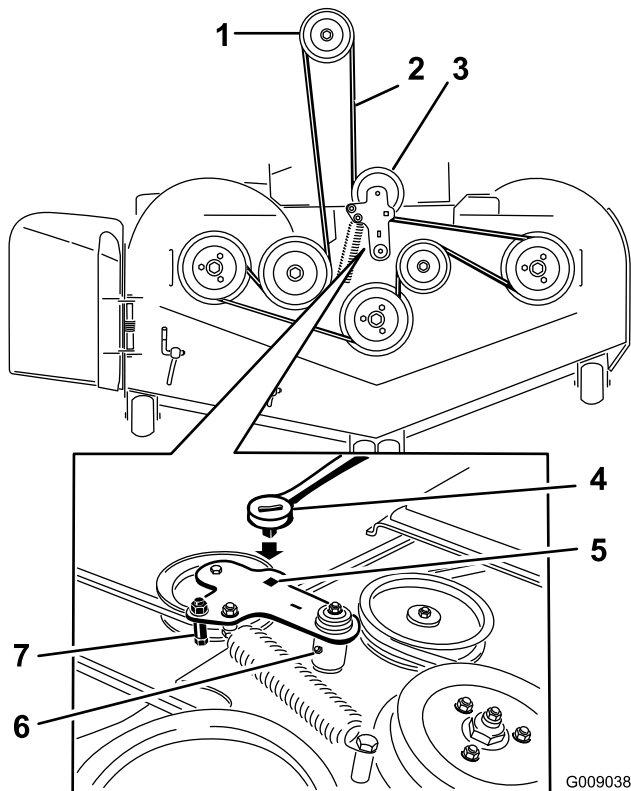

Figure 56
5. Insérez un rochet dans le trou carré du bras de renvoi pour détendre le ressort de la poulie de tension (Figure 56).
7. Enlevez le guide de courroie situé sur le bras de renvoi appelé par ressort (voir Figure 56).
9. Acheminez la courroie neuve autour des poulies du plateau de coupe et de la poulie d'embrayage, sous le moteur (Figure 56).
10. Montez le guide de courroie sur le bras de renvoi (voir Figure 56).
11. Insérez le rochet dans le trou carré et montez le ressort de la poulie de tension (Figure 56).